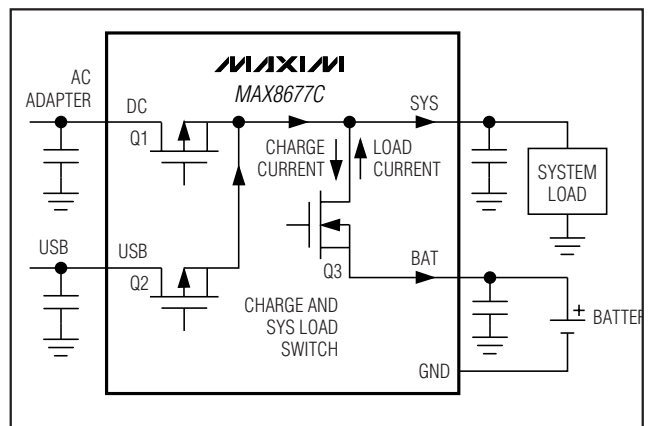

图4. 智能电源选择器方框图
MAX8677C智能电源选择器可在外部输入电源、电池以及系统负载之间无缝切换(图4)。其基本功能如下：
当DC或USB端无可用电源时，内置的40mΩ MOSFET (Q3, 图4)连接SYS和BAT。当检测到DC或USB端连接有电源时，该开关断开且SYS通过输入限制器由有效输入电源供电。
输入电压限制器实质上就是一个LDO稳压器。低压差工作时，稳压器在DC和SYS间的 0.2Ω MOSFET (Q1, 图4) 仅产生很小的 I^2R 消耗。连接AC适配器或USB电源时，输入限制器可在外部电源、系统负载以及电池充电器之间分配电源。输入限制器除了为SYS端系统负载和充电器负载供电外，还具有优化电源利用率的功能：
- **输入电压限制。**如果输入电压超过过压保护门限(典型值6.9V)，MAX8677C进入过压锁定(OVLO)状态。OVLO可为MAX8677C以及后续电路提供高达14V的DC电压、高达8V的USB电压保护。在OVLO状态下，VL保持有效，出现过压的输入开关(Q1、Q3, 参考图4)断开，且相应的电源监视器输出(\overline{DOK} 、 \overline{UOK})以及CHG均为高阻态。
如果DC和USB输入端均出现过压，两个输入开关(Q1、Q2, 参见图4)都将断开，充电器关闭。BAT-SYS开关(Q3, 参见图4)闭合，允许电池为SYS供电。
如果输入电压低于BAT电压或者低于3.5V (下降沿) DC欠压门限，则输入电源无效。电源无效时，SYS通过一个 $40m\Omega$ 开关(Q3, 图4)连接至BAT。
- **自适应电池充电。**当系统由DC供电时，充电器从SYS获取能量为电池充电。如果充电器负载加上系统负载所需要的总电流超过输入电流限制，则自适应充电器控制环路将降低充电电流，以避免SYS电压跌落。保持较高的SYS电压可提高效率，降低输入限制器的功耗。流过开关(Q1或Q2, 图4)的总电流是SYS端负载电流与电池充电电流之和。限制器钳位至4.35V，因此输入电压大于4.35V时会增加限制器的功耗。限制器的功率损耗为 $(V_{DC} - 4.35) \times I$ ，但不低于 $I^2 \times 0.2\Omega$ 。另外还需注意的是当任何一路输入超过6.9V (标称值)时，MAX8677C自动关断。